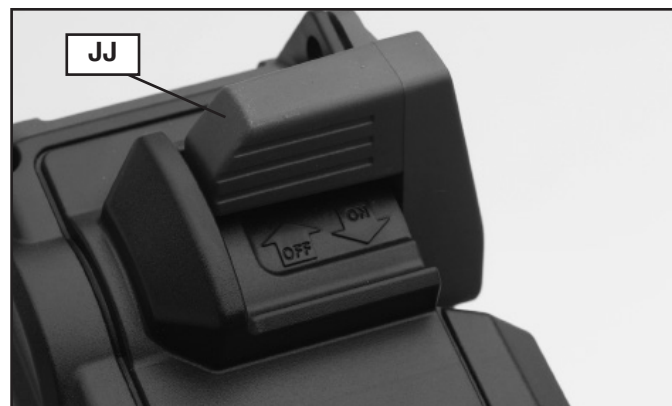

Fig. 22
Para encender el torno, coloque la paleta del interruptor (JJ) Fig. 22 en la posición de encendido "ON", es decir, hacia arriba. Para apagar el torno, coloque la paleta del interruptor en la posición de apagado "OFF", es decir, hacia abajo.